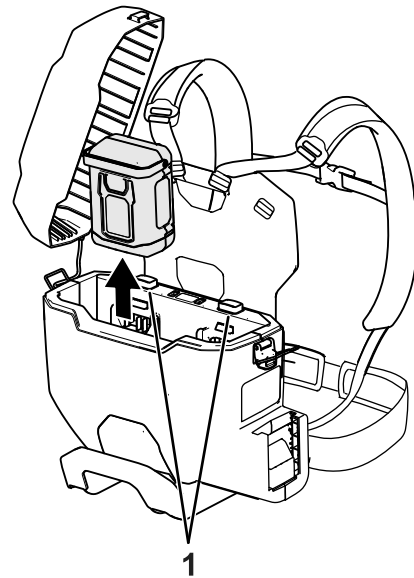

Figura 14
3. Presione hacia abajo el botón de enganche de la batería y levante la batería (o las baterías) para retirarlas de la mochila (Figura 14).